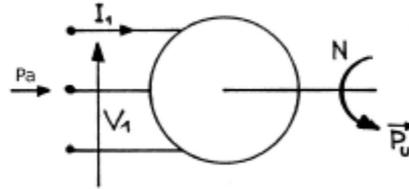

Figure 10 Alimentation du stator d'une machine asynchrone
– Puissance électrique absorbée par le stator (Figure 10): $P_{abs} = \sqrt{3}U_1 I_1 \cos \varphi_1$